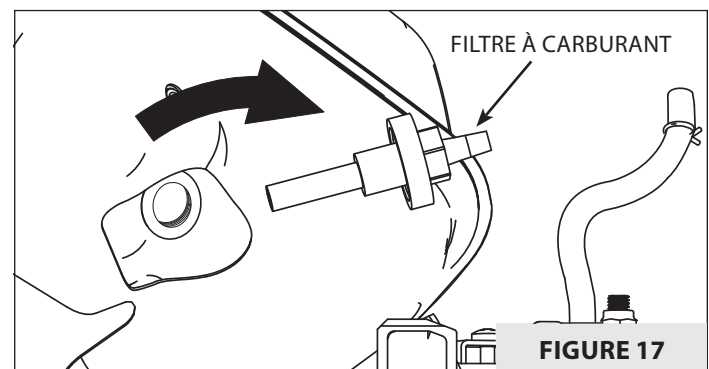

FIGURE 17
7. Démontez le filtre du réservoir en utilisant une douille de taille correcte pour tourner le filtre dans le sens inverse des aiguilles d'une montre. **VOIR FIGURE 17.**